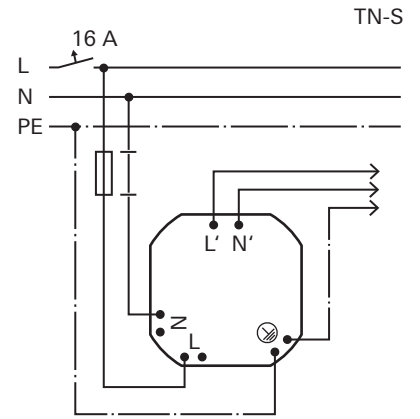
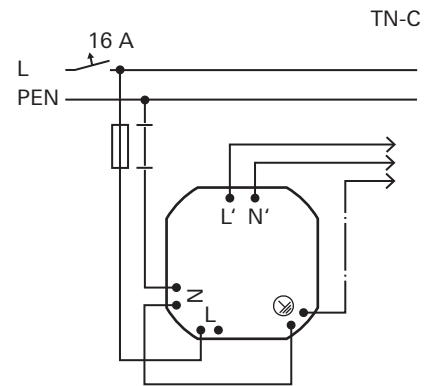
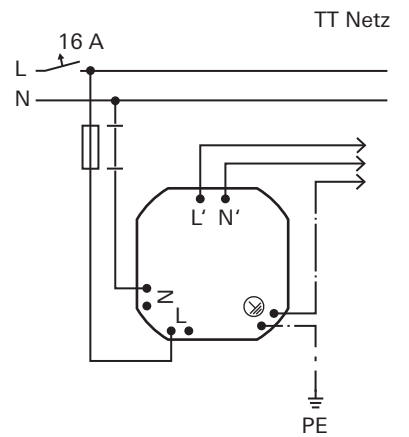

Bild 5
Bild 6
Bild 7
- Gerät gemäß Anwendungsfall anschließen: Anschluss TN-S Netz (Bild 5), TN-C Netz (Bild 6) oder TT Netz (Bild 7).